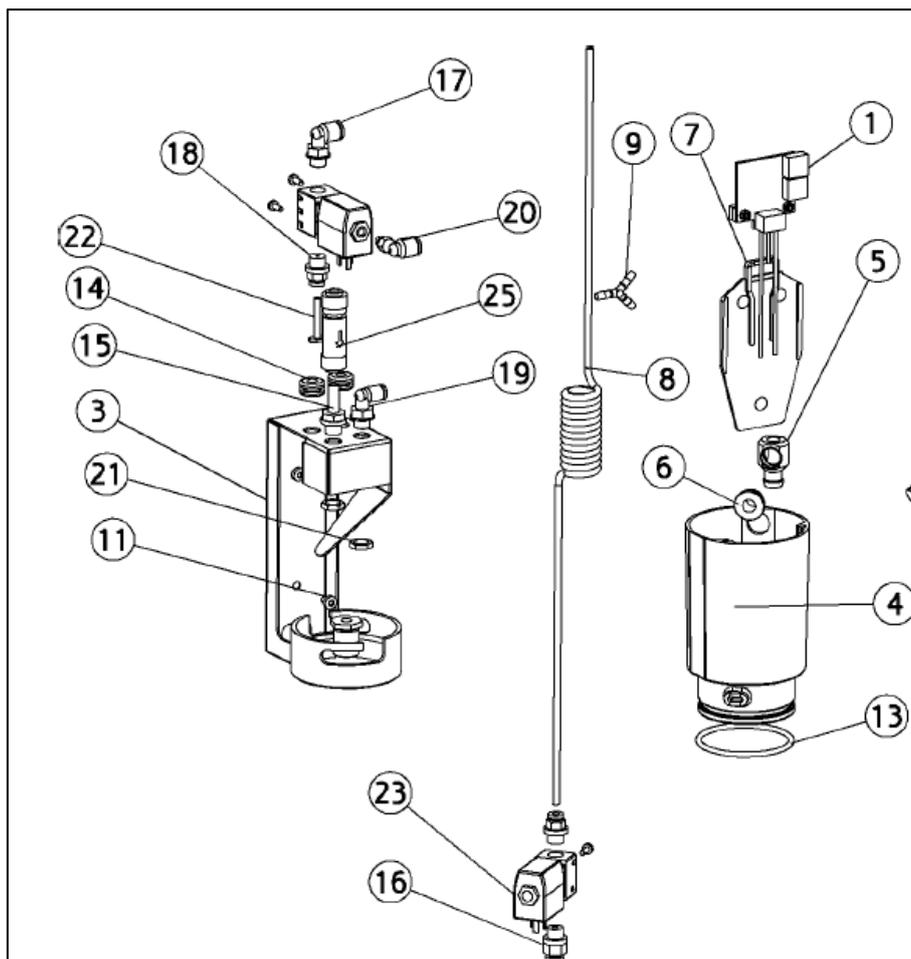

Figure 2
B17	Remplacer la cloison de séparation (MG-767) – Voir (7) en Figure 2.
B18	Remplacer le joint torique (UH-246) et le lubrifier avec du Paraliq – Voir (13) in Figure 2.